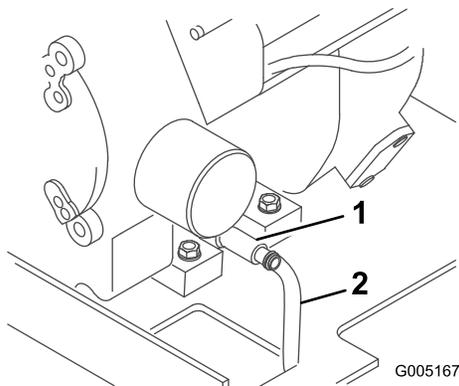

Рисунок 24
4. Наденьте один конец шланга на сливной клапан, а другой на поддон (Рисунок 24).
5. Откройте сливной клапан, поворачивая его против часовой стрелки и одновременно вытаскивая (Рисунок 24).